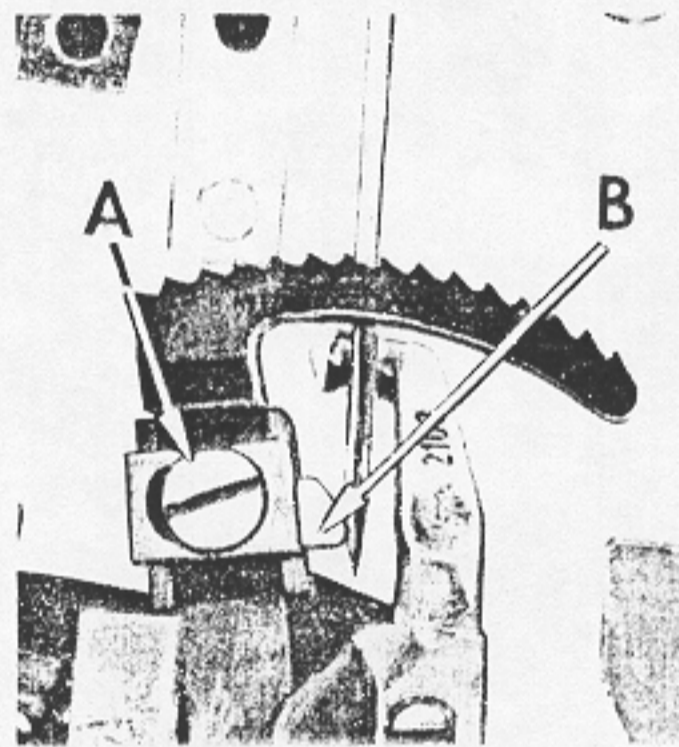

Fig.5
Um diese Einstellung zu erreichen, löse die Schraube A (Fig.5) und stelle den Transporteur auf die gewünschte Höhe ein. Zur Fixierung dieser eingestellten Höhe wird die im Transporteur befindliche Anschlagsschraube nachgestellt. Die Feststellschraube A (Fig.5) dient gleichzeitig zum Befestigen des Nadelanschlages B.
Der Nadelanschlag B (Fig.5) der nach jeder Neueinstellung der Stichlänge zu überprüfen ist, soll in seiner vordersten Stellung die Nadel nur leicht berühren. Zur Einstellung wird die Schraube A (Fig.5) gelöst und der Nadelanschlag B in seiner Führungsrinne verschoben.
Jede Veränderung der Stichlänge macht eine Neueinstellung des Nadelanschlages erforderlich (Fig.5).
To make this adjustment, loosen screw (A, Fig.5) and set the feed dog to desired height. This screw also holds the needle guard, so after making any change in the feed dog height setting always re-check the needle guard setting.
The needle guard is set correctly when, at its most forward point of travel, it just contacts the needle (B, Fig.5). This adjustment is made by loosening screw (A) and moving the guard in the desired direction. There is a seat milled in the feed dog holder to receive the needle guard. Make sure that the guard is squarely seated in it.